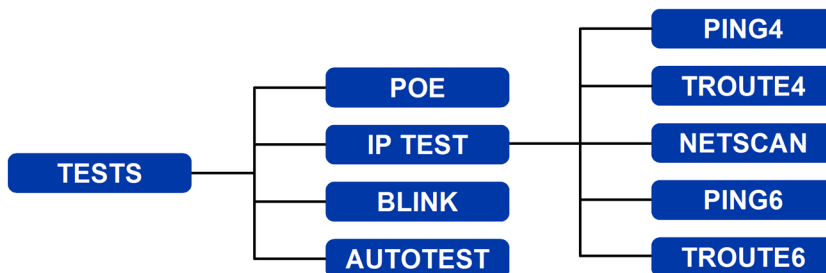

Fig. 16 Albero del menu Tests - Test Ethernet (2)
(2) Quando viene rilevata una rete attiva ma nessuna unità remota SignalTEK NT, nella barra delle informazioni della schermata principale viene visualizzata la scritta "Ethernet", e se si seleziona l'icona TESTS, sono disponibili i test Ethernet illustrati nella Fig. 16.